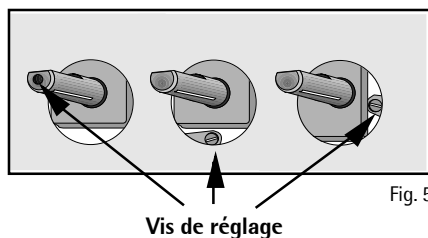

Fig. 5
- 1) Agissez sur la vis de réglage (Fig. 5) jusqu'à l'obtention d'une petite flamme régulière.
- 1) Vissez à fond la vis (Fig. 5), celle-ci étant déjà prévue pour assurer le débit minimum. Contrôlez en tournant la manette de la position de débit minimum et vice versa, que la flamme ne s'éteint pas.
Les tables de cuisson peuvent être montées dans un meuble ayant une ouverture pour l'encastrement des dimensions indiqués dans la Fig. 5.